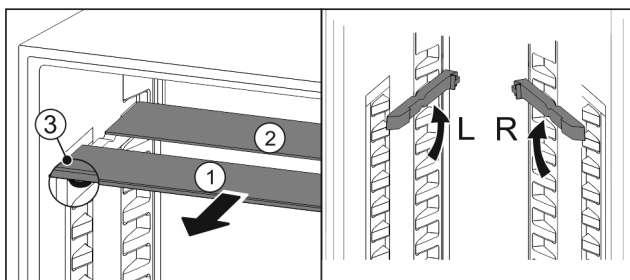

Fig. 101
- ▶ 将玻璃隔板逐个向前拉出 Fig. 101 (1)。
- ▷ 带装饰条的玻璃隔板 Fig. 101 (1) 在前。
- ▷ 阻挡装置 Fig. 101 (3) 指向下方。